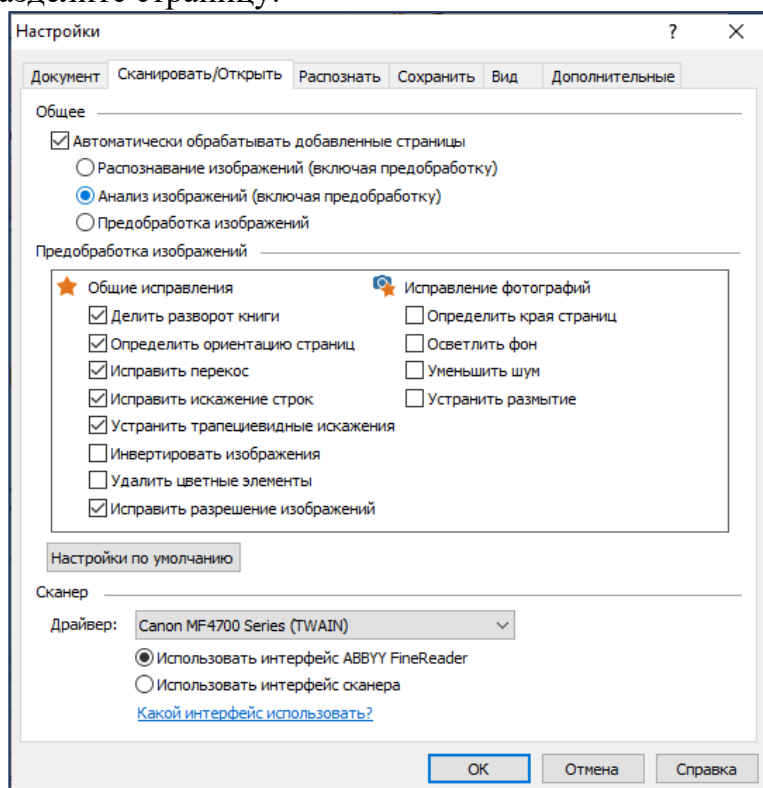

Рис. 26. Окно Настройки
1. Откройте диалог Настройки на закладке Сканировать/Открыть (рис. 26).